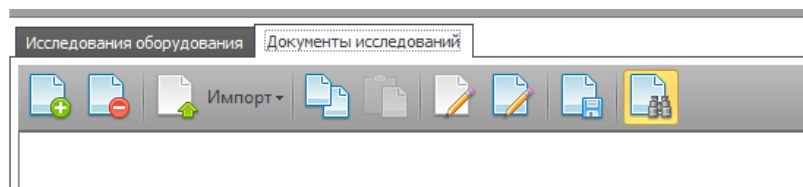

Рисунок 30
- Вкладку Документы исследований (Рис. 30), содержащую функционал добавления и обработки документов. (Смотри п.7.1)